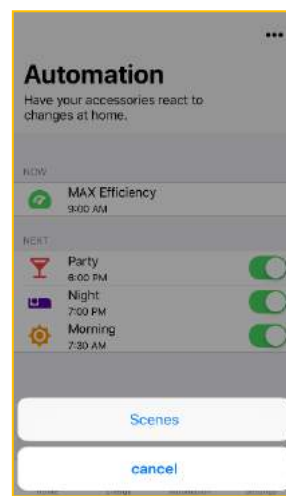

Abbildung 57
10.13.4 Um Szenen zu bearbeiten, bitte auf das Zeichen tippen und **Scenes** auswählen (Abb. 57).